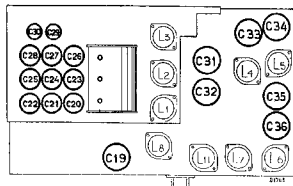

Fig. 2
2. Output-indicator aansluiten en oscillator signaal via 32000 $\mu\mu\text{F}$ aan stuurrooster van L2 toevoeren (zie fig. 2).